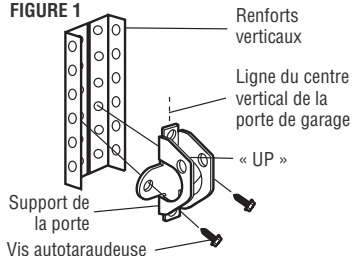

FIGURE 2
- On peut également utiliser deux boulons de 5/16 de po-18 x 2 po, des rondelles de blocage et des écrous (non fournis). (Figure 2)